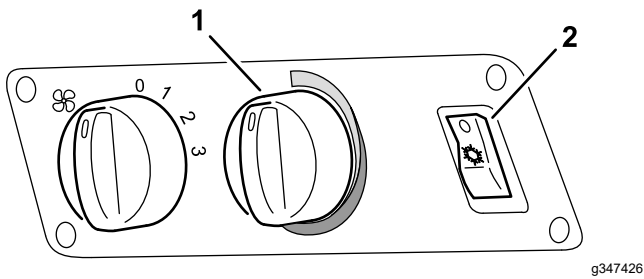

Figure 32
2. Vérifiez que le frein de stationnement est serré, démarrez le moteur, tournez la commande de température à la position froide et placez l'interrupteur de climatisation sur MARCHE (Figure 32).
6. Placez l'interrupteur de climatisation (Figure 32) en position ARRÊT et coupez le moteur.